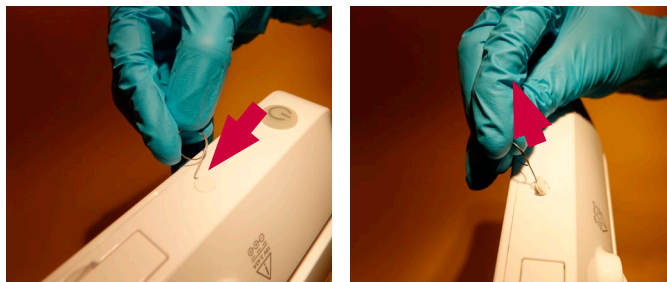

図5 ネジカバーの取り外し
- d) ディスプレイ装置の両側にある丸いネジカバーを取り外します(図5)